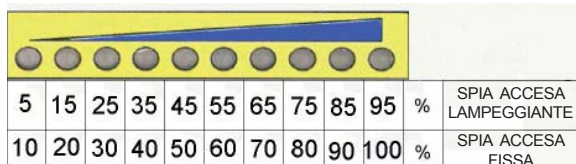

Fig.8
11. MESSA IN MARCIA (vedi Fig. 8/9/10)
La scala di visualizzazione portata materiale (Fig.8), divisa in led luminosi di colore verde indica il numero di giri in percentuale della pompa a vite.